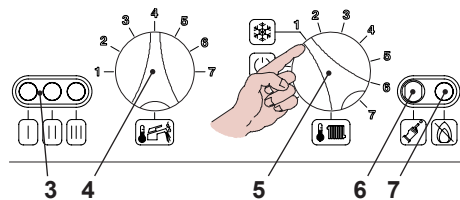
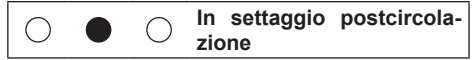
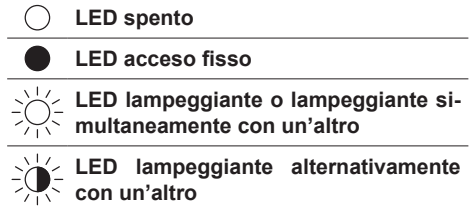

Figura 5.13
Figura 5.14
Figura 5.15
- Alimentate elettricamente la caldaia azionando l'interruttore bipolare previsto nella installazione; la lampada di segnalazione 3 in Figura 5.13 lampeggia ogni 4 secondi.
- Posizionare il selettore 5 come indicato in Figura 5.13; la lampada di segnalazione 3 lampeggia ad intermittenza circa ogni 2 secondi.
- Tenere premuto il pulsante di ripristino 6 in Figura 5.13 per circa 10 secondi, la lampada di blocco 7 inizierà a lampeggiare.
pompa le spie di segnalazione 3 in Figura 5.13 devono essere visualizzate come in Figura 5.14 (legenda spie Figura 5.15).
- Se non si visualizza questa sequenza premere il pulsante di ripristino 6 in Figura 5.13 tante volte fino alla visualizzazione (1 volta).
Per visualizzare il settaggio impostato tenere premuto il pulsante di ripristino 6 in Figura 5.13 per circa 5 secondi. Le spie di segnalazione 3 lampeggeranno un numero di volte pari al settaggio (Figura 5.16).
- Per memorizzare il settaggio premere il pulsante di ripristino 6 per circa 5 secondi, le spie di segnalazione 3 lampeggiano tutte quante simultaneamente come in Figura 5.17 (legenda spie Figura 5.15).
- Per settare il tempo di frequenza di riaccensione le spie di segnalazione 3 in Figura 5.13 devono essere visualizzate come in Figura 5.19 (legenda spie Figura 5.15).
- Se non si visualizza questa sequenza premere il pulsante di ripristino 6 in Figura 5.13 tante volte fino alla visualizzazione.
Per visualizzare il settaggio impostato tenere premuto il pulsante di ripristino 6 per circa 5 secondi. Le spie di segnalazione 3 in Figura 5.13 lampeggeranno un numero di volte pari al settaggio (Figura 5.20).
- Per cambiare il settaggio ruotare la manopola regolazione temperatura sanitari 4 in Figura 5.13 e posizionarla sul tempo prescelto Figura 5.20 (nella figura es. manopola settata per frequenza di riaccensione di tre minuti), la lampada di segnalazione blocco 7 lampeggia velocemente.
- Per memorizzare il settaggio premere il pulsante di ripristino 6 per circa 5 secondi, le spie di segnalazione 3 lampeggiano tutte quante simultaneamente come in Figura 5.21 (legenda spie Figura 5.15).